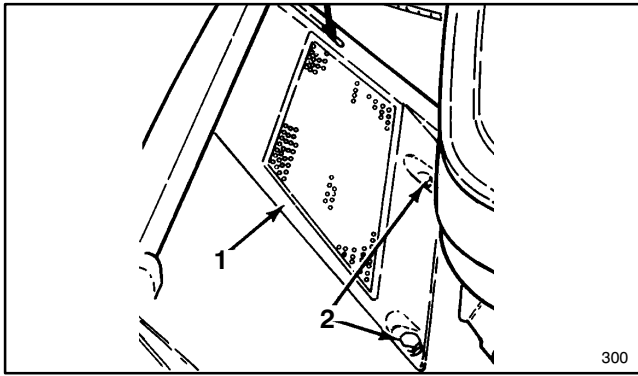

Abbildung 30
2. Die zwei Schrauben entfernen, mit denen die Siebabdeckung an der Oberseite des Rasenmähergehäuses befestigt ist (Abb. 30). Die Abdeckung entfernen.